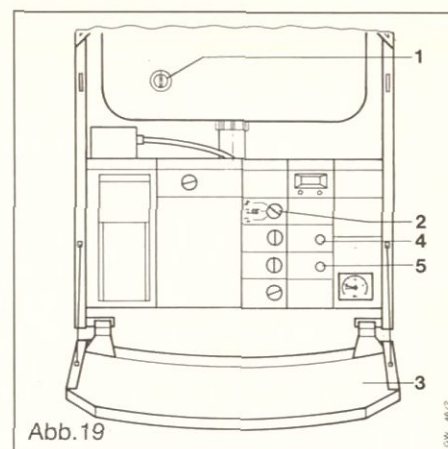

Abb. 19
Der Entstörknopf (4) befindet sich auf der Front des Schaltkastens unterhalb des Displays (Abb. 19).
Legende zu Abb. 19: